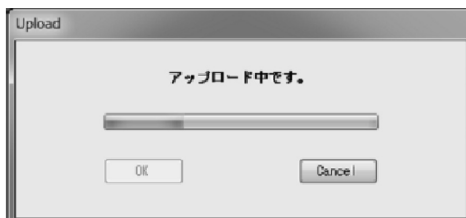

図184
- ③ メッセージボックス(図183)で「OK」ボタンをクリックすると、全てのパラメータのアップロードを開始します(図184)。「Cancel」ボタンをクリックすると、中断します。